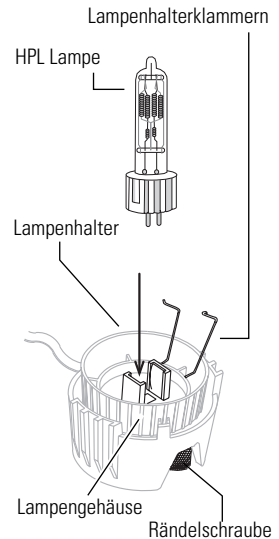

Abbildung 1
4. Richten Sie die flachen Seiten des Lampensockels an den beiden Lampensockelhaltern aus. Siehe **Abbildung 1**.